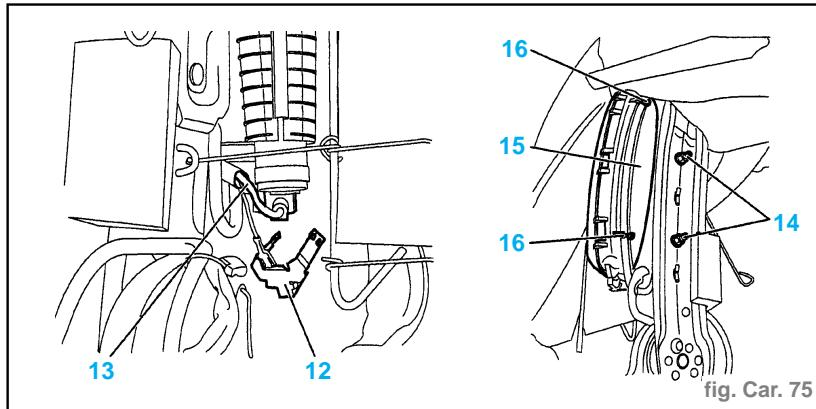

fig. Car. 75
- Dégrafer l'agrafe de sécurité (12) assurant le branchement du connecteur (fig. Car. 75).
- Débrancher le connecteur (13).
- les écrous (14)
- le module coussin gonflable (15)
- Couper les liens (16).